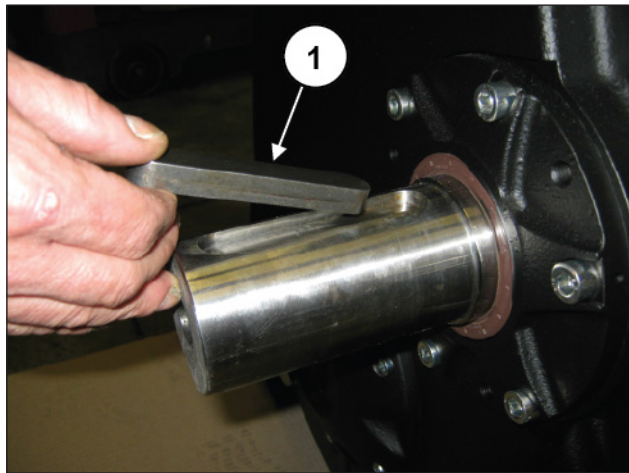

图 145
将平键安装到动力输出轴上（①，图 145）。按照第3节的指示，利用测力扳手调节螺钉。